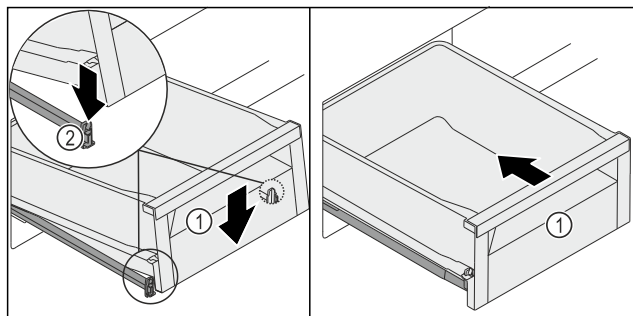

Fig. 125
- Abbassare il cassetto Fig. 125 (1) in avanti, in modo che lo stesso si inserisca tramite scorrimento a sinistra e a destra nel morsetto Fig. 125 (2).
- Il cassetto Fig. 125 (1) si innesta in modo percepibile.
- Inserire il cassetto Fig. 125 (1).